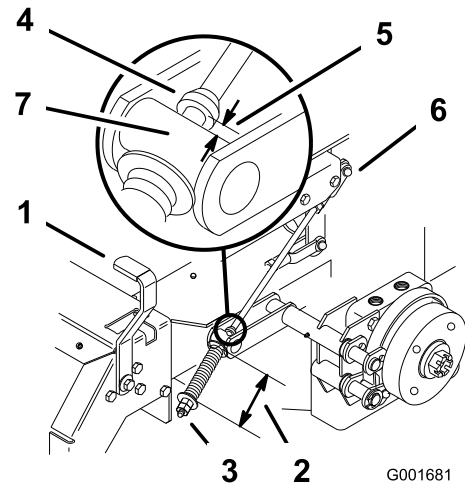

Figura 43
2. Mida la longitud del muelle; debe ser de 74 mm entre las arandelas (Figura 43).
- A. Afloje la contratuerca que está debajo del muelle y apriete la tuerca que está directamente debajo de la horquilla (Figura 43).
6. Mida la distancia entre el muñón y el collar de la varilla de freno. La medida debe ser de 5 a 7 mm (Figura 43).
- B. Gire las tuercas de ajuste inferiores hasta obtener la medida correcta (Figura 43).